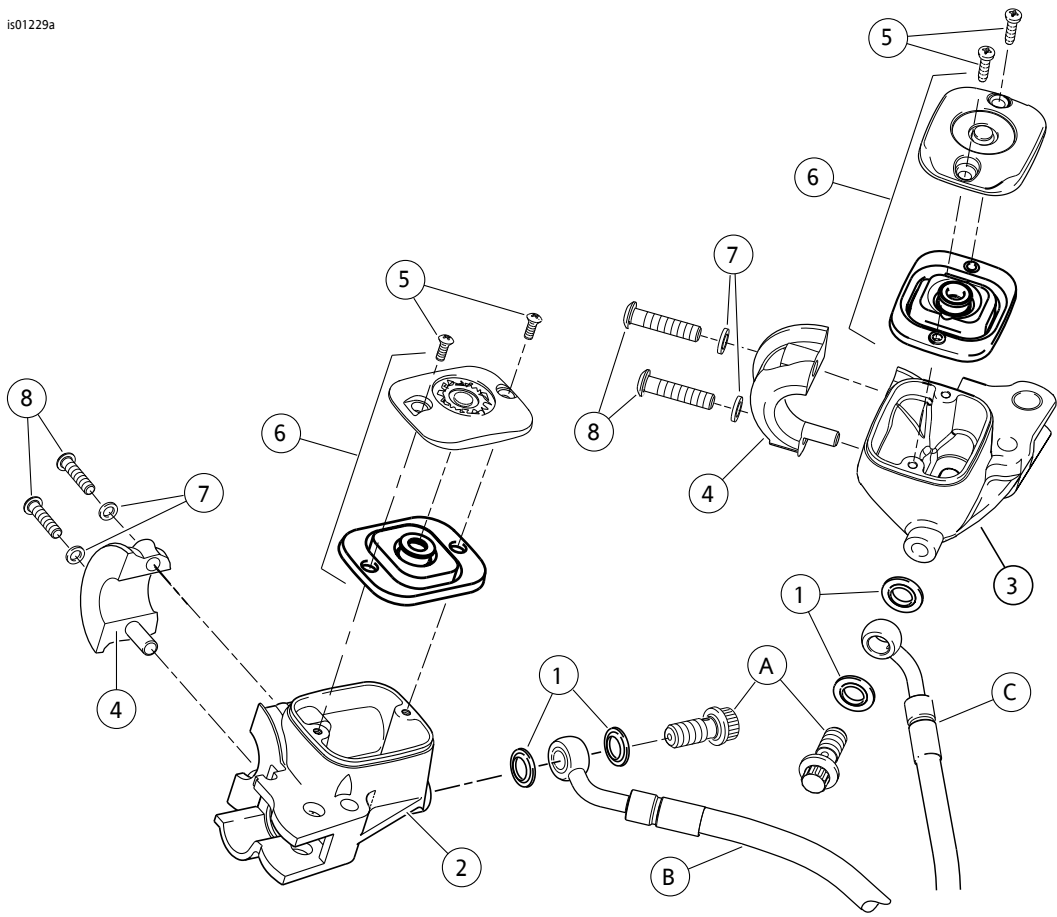

图11。维修零件：镀铬主缸储液槽套件
- 参见图11。从套件中取出新的刹车主缸/储液槽(2)外壳。使用工业酒精或维修手册中规定等级的制动液清洁新主缸外壳、盖和盖密封垫。必要时更换。切勿沾上矿物油或其他溶剂。用不脱绒毛的干净布块擦干。
6. 参见图11。将把手夹(4)上的孔对准主缸组件上的孔,拧入螺丝(8)与平垫圈(7)。定位至骑手舒适的位置。从顶部螺丝开始,拧紧螺丝。
8. 参见图11。取出空心螺栓和套件中的两个新的钢/橡胶垫圈(1)。使用空心螺栓将液压管线安装至主缸组件,使垫圈分别位于管线两侧。拧紧空心螺栓。
参见图11和表1。